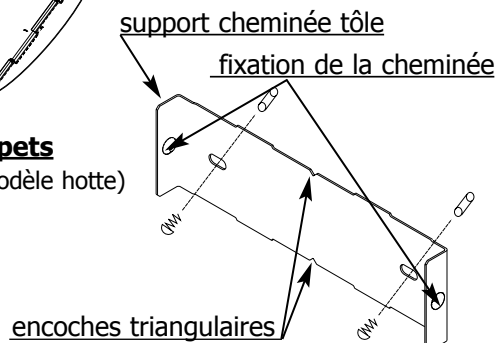

fig. 3
- Récupérez le support cheminée tôle (fig.3).
- Fixez contre le mur, en appui sur le plafond, le support de cheminée métallique (fig.3). Prendre soin d'aligner les 2 encoches triangulaires du support métallique avec le trait vertical sur le mur (perçage diamètre 8, 2 vis et chevilles fournies).